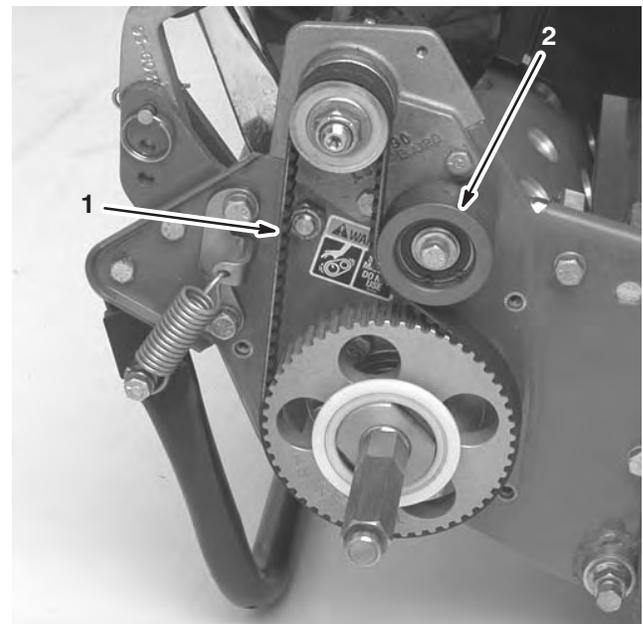

Bild 37
- Lösen Sie die Befestigungsmutter der Spannscheibe und drehen Sie die Spannscheibe im Uhrzeigersinn gegen die Rückseite des Riemen, bis Sie die gewünschte Riemenspannung erzielt haben (Bild 37).